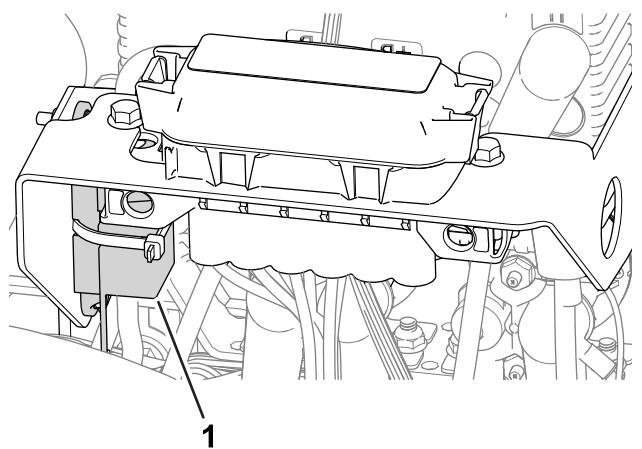

Figure 57
- Le fusible du moteur de roue gauche (60 A) se trouve sous le capot sur le côté gauche de la machine, près des fusibles du circuit de commande des cylindres (Figure 57).